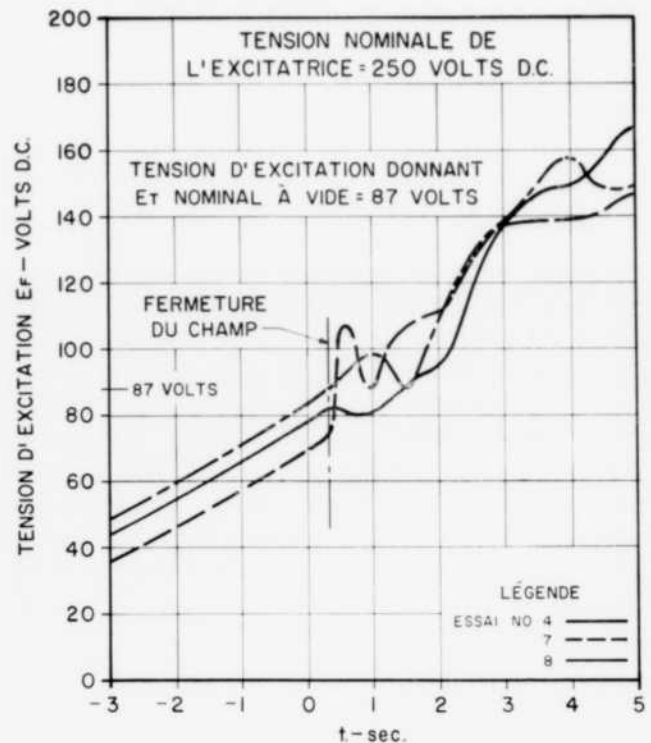

FIGURE 8
- tension aux bornes de l'excitatrice (fig. 8)
La vitesse de montée du couple synchrone dépend de la constante de temps du circuit d'excitation et de l'intensité de la tension d'excitation. On voit (fig. 8) qu'à la fermeture, au temps $t = 0.3$ sec., cette tension n'est même pas encore établie à sa valeur nominale à vide.